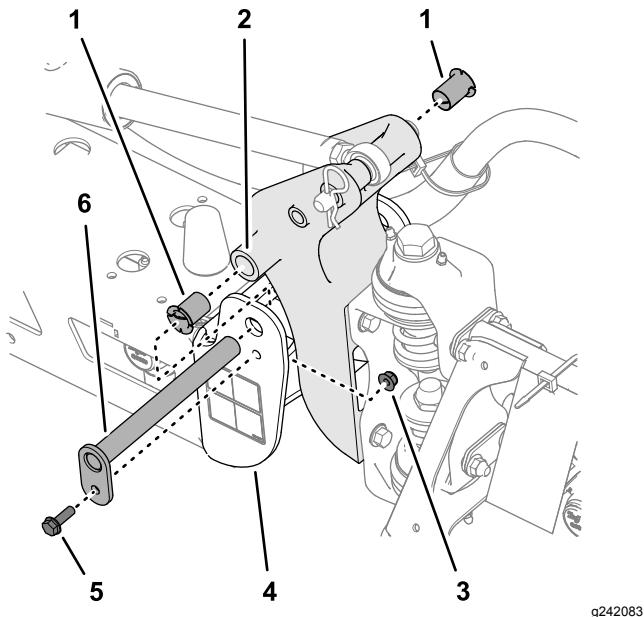

Figure 107
3. Retirez le boulon et l'écrou qui fixent l'axe de pivot puis déposez l'axe (Figure 107).
5. Déposez et examinez les bagues en nylon à l'avant et à l'arrière du support de pivot (Figure 107).
6. Lubrifiez les bagues en nylon avec un peu d'huile et posez-les dans le support de pivot (Figure 107).
7. Alignez les trous du support de pivot et les trous du profilé d'extrémité (Figure 107).